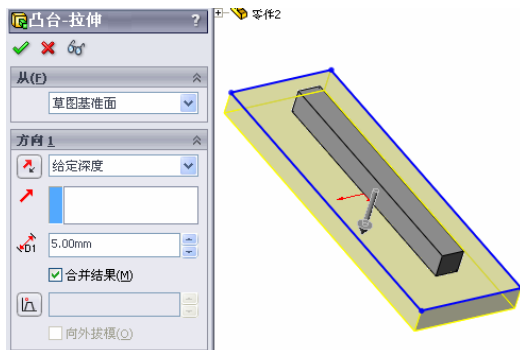

图 10-48 进行拉伸操作
⑤ 生成“拉伸”特征。选择菜单栏中的“插入”→“凸台/基体”→“拉伸”命令，或者单击“特征”工具栏中的“拉伸凸台/基体”图标，系统弹出“拉伸”属性管理器，在方向1的“深度”栏中键入数值：5，如图10-48所示，单击“确定”图标。